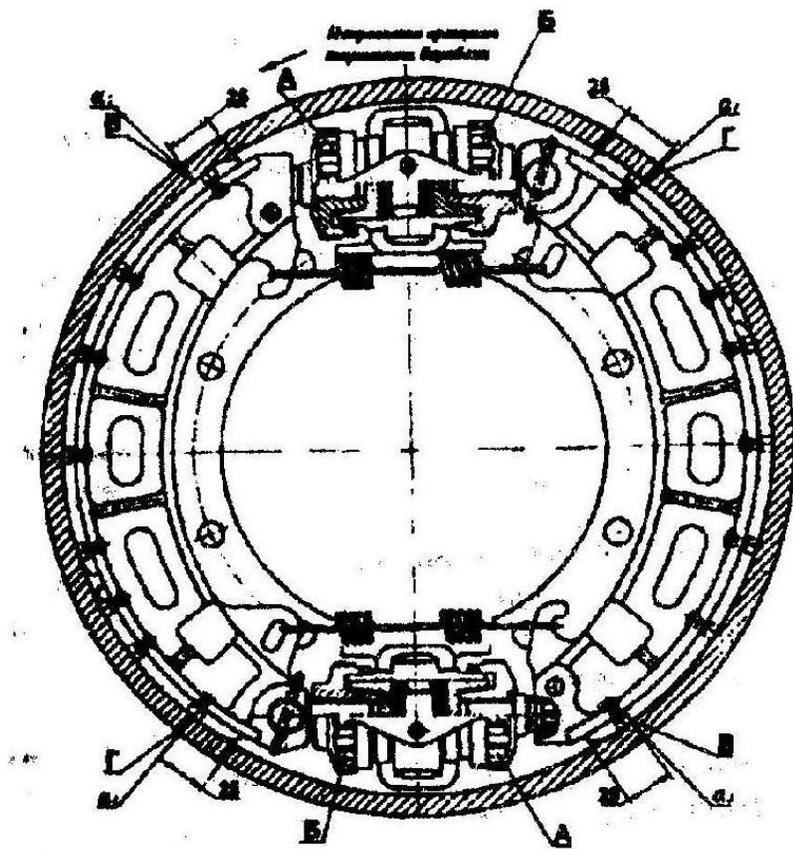

Рис. 56. Регулировка рабочих тормозов
3) вращая монтировкой колпаки "А" (рис. 56), установите между тормозными колодками и тормозным барабаном в точках "В", расположенных на расстоянии 25 мм от края колодки, зазор $a_2 = 0,5 \pm 0,1$ мм;